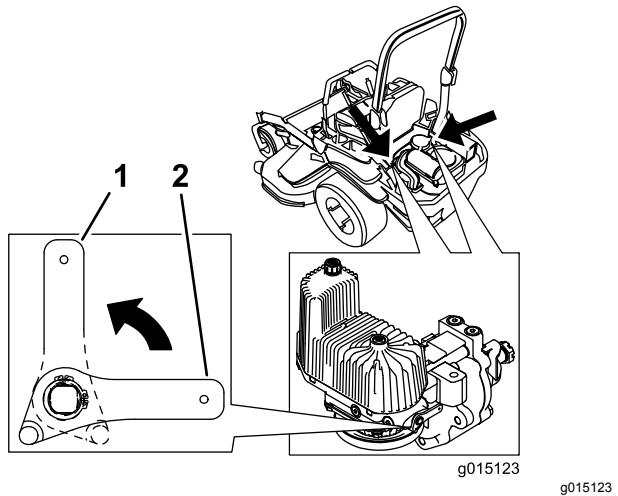

Figure 35
2. Tournez les leviers des vannes de déblocage en position verticale pour pousser la machine. Cela permet au liquide hydraulique de contourner la pompe et aux roues de tourner (Figure 35).
4. Tournez les leviers des vannes de déblocage en position horizontale pour utiliser la machine (Figure 35).